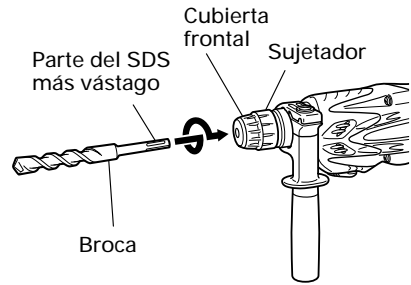
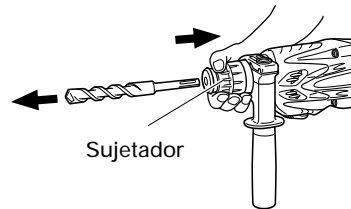

Fig. 2
Fig. 3
## 6. Montaje de la broca (Fig. 2)
- (1) Limpie la parte del vástago de la broca de taladro.
- (2) Inserte la broca de taladro girando en el sujetador de la herramienta hasta que se asegure bien (Fig. 2).
- (3) Verifique si esta bien asegurado tirando de la broca de taladro.
- (4) Para extraer la broca, tire completamente de la empuñadura en el sentido de la flecha y tire hacia afuera de la broca (Fig. 3).